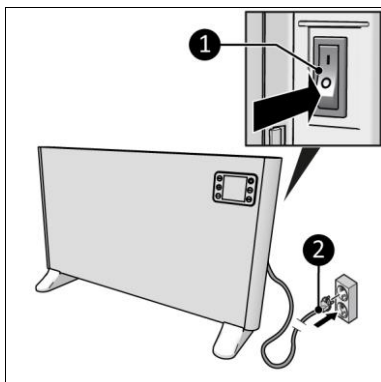

Figura 15
2. Asigurați-vă că întrerupătorul ON/OFF (PORNIT/OPRIT) se află în poziția OFF (OPRIT) (Figura 15, poz. 1).
3. Introduceți ștecherul (Figura 15, poz. 2) într-o priză de perete cu împământare, care este ușor accesibilă. Utilizați o priză de perete cu împământare, cu o putere minimă de 2.500 W.